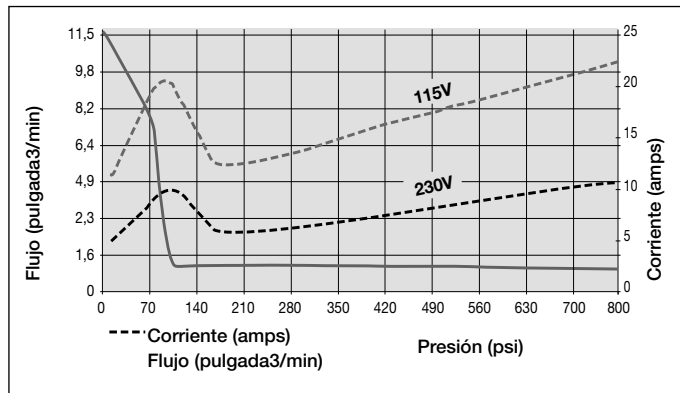

Figura 1, Cuadro de flujo
3.2 Cuadro de flujo (véase figura 1):
*El consumo de energía real depende de la aplicación. Véase Figura 1.
1. La protección del circuito en línea y de desconexión debe ser proporcionada por el cliente. La protección del circuito en línea debe ser 115% de la corriente a plena carga del motor a presión máxima de la aplicación (véase Figura 1).